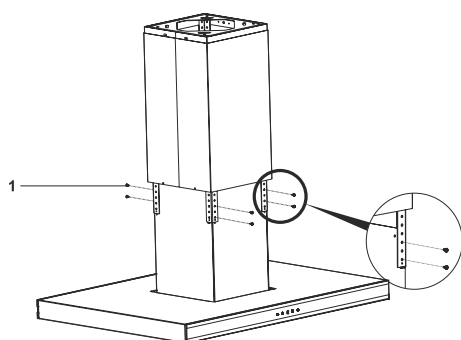

Fig. 13
1. ➤ Fjern den ene 3,5 x 9,5 skrue som fastholder skorstenen (Fig. 13).
2. ➤ Løft skorstenen op og skru motorkassen fast til stængerne med 3,5 x 9,5 skrue (Fig. 13/1).